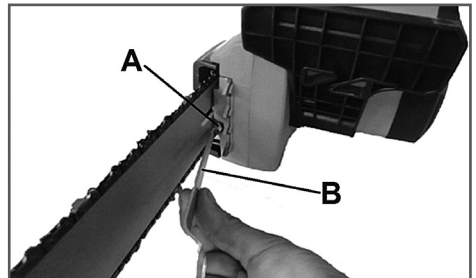

Рис. 4 Регулировка натяжения цепи
2. С помощью отвертки с плоским шлицем (В) закручивайте винт натяжителя цепи (А) (Рис. 4).